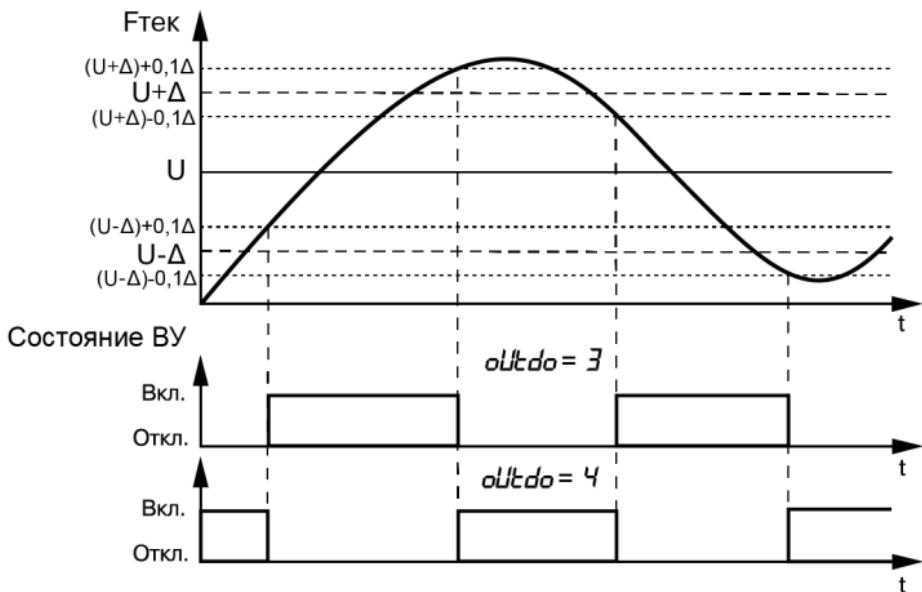

Рисунок 7.7 – Типы логики (П- и U-образная) при работе ВУ в качестве компаратора
1. При П- или У-образной логике для подавления дребезга при переключениях существует дополнительный гистерезис срабатывания 5 % от диапазона между границами (2Δ) (см. рисунок 7.7).